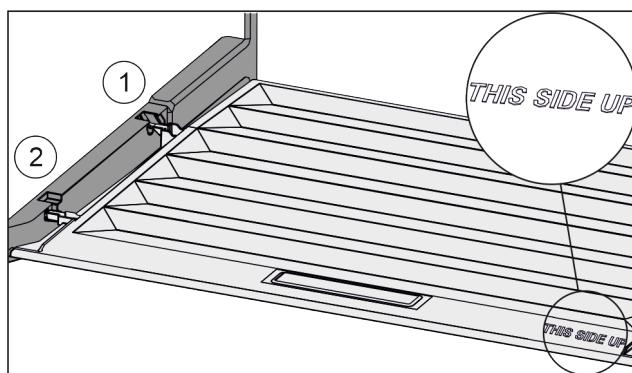

Fig. 92
- ▶ Robova predala vstavite nad odprtino zadnjega držala Fig. 92 (1), spredaj pa ju zataknite v držalo Fig. 92 (2).